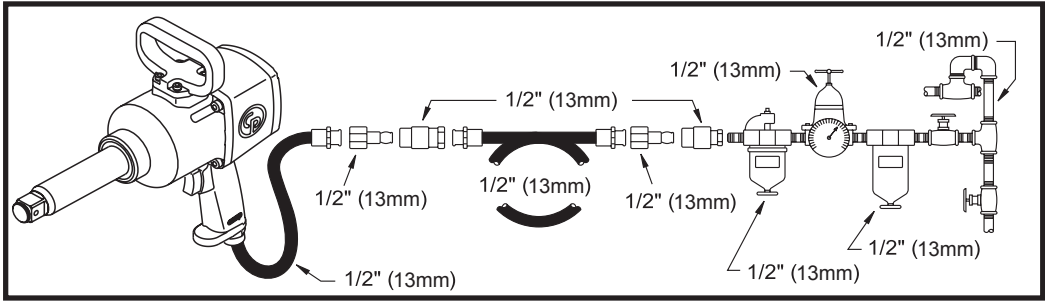

Fig. 1
- Connect device as shown in Fig.1.
- To switch rotation, turn the regulator (B)
- To start the machine, simply pull the trigger (A). Machine speed is increase by increasing pressure on the trigger. Release the trigger to stop.
- To adjust output power, turn the regulator (B)
- Use the reverse switch (B) only when the drive spindle comes to a complete stop. Changing the speed before the drive spindle stops may damage the machine.
- Use an air line lubricator with SAE #10 oil, adjusted to two (2) drops per minute. If an air line lubricator cannot be used, add air motor oil to the inlet once a day. Recommended Lubricant CP Oil PROTECTO-LUBE:
- Conecte el dispositivo como se indica en la Fig.1.
- Para cambiar la rotación, gire el regulador (B)
- Para activar el aparato, sencillamente presione el gatillo (A). La velocidad del aparato aumenta al incrementar la presión sobre el gatillo. Suelte el gatillo para detenerlo.
- Para ajustar la potencia de salida, gire el regulador (B)
- Utilice el interruptor de marcha inversa (B) solo cuando el eje motor se haya detenido completamente. Cambiar la velocidad antes de que se detenga el eje motor puede dañar la máquina.